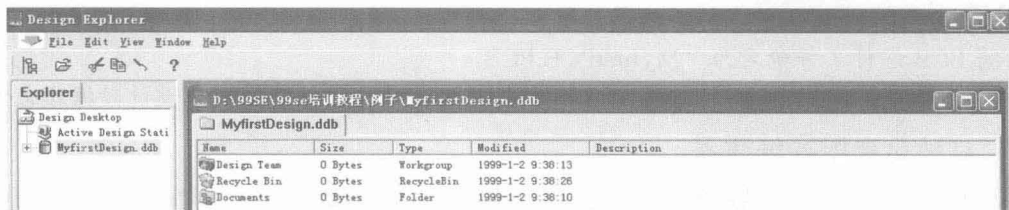

图 1-15 新建的设计数据库文件
5. 单击 按钮，回到新建设计数据库对话框，确认各项设置无误后，单击 按钮创建一个新的设计数据库文件，结果如图 1-15 所示。
1. 双击图 1-15 中的  图标，打开该文件夹，将新建的原理图设计文件放置在该文件夹下。